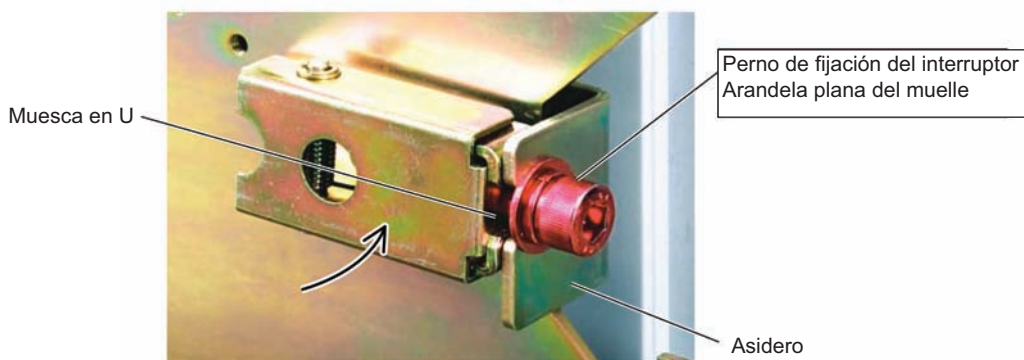

Fig. 35 Sujeción de los pernos de fijación del interruptor
2. Afloje el perno de fijación del interruptor indicado en la Fig. 35, mueva el muelle y las arandelas planas hacia la cabeza del perno y empuje el perno en la muesca en U del asidero.